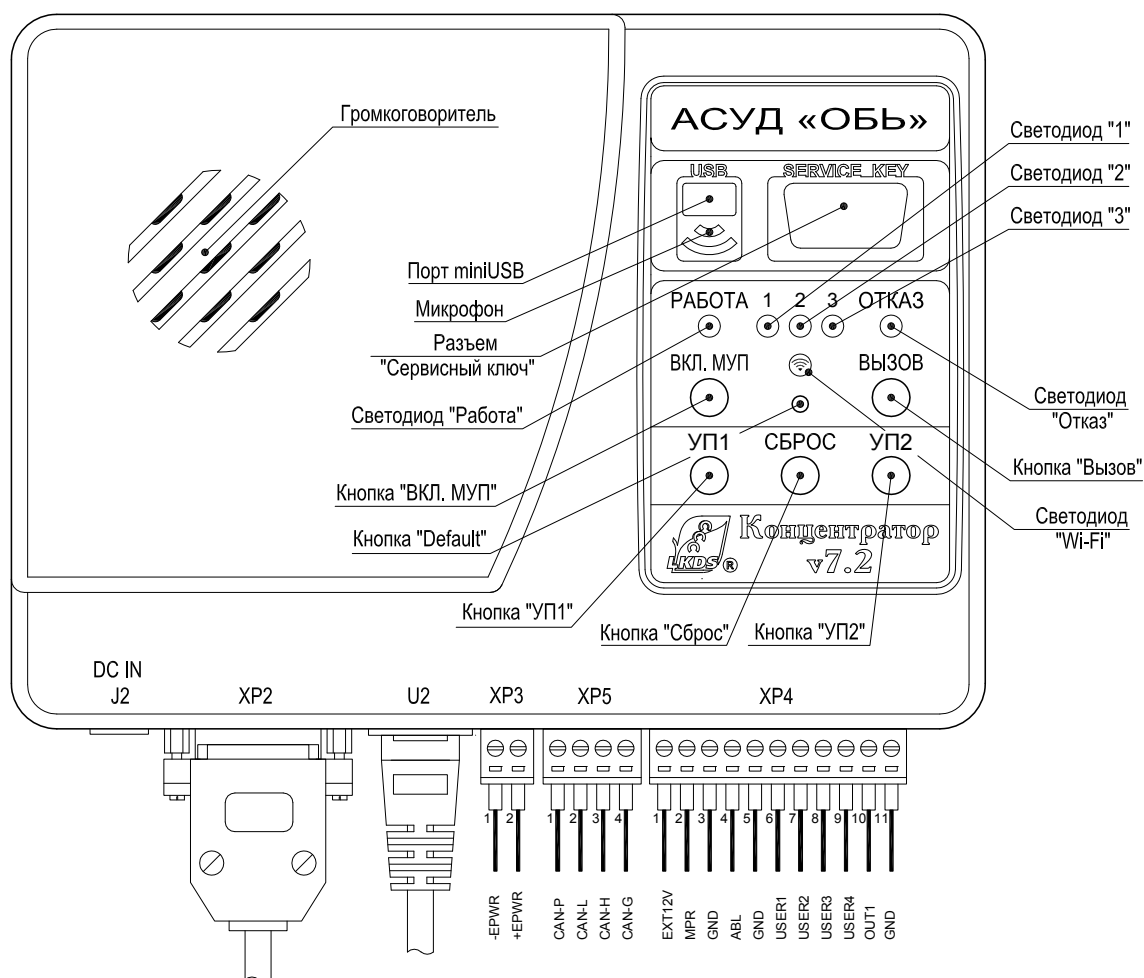

Рис. 1. Внешний вид концентратора, назначение разъемов, органов управления и индикации
1.5.1. На крышке корпуса концентратора (см. рис. 1) расположены разъемы: